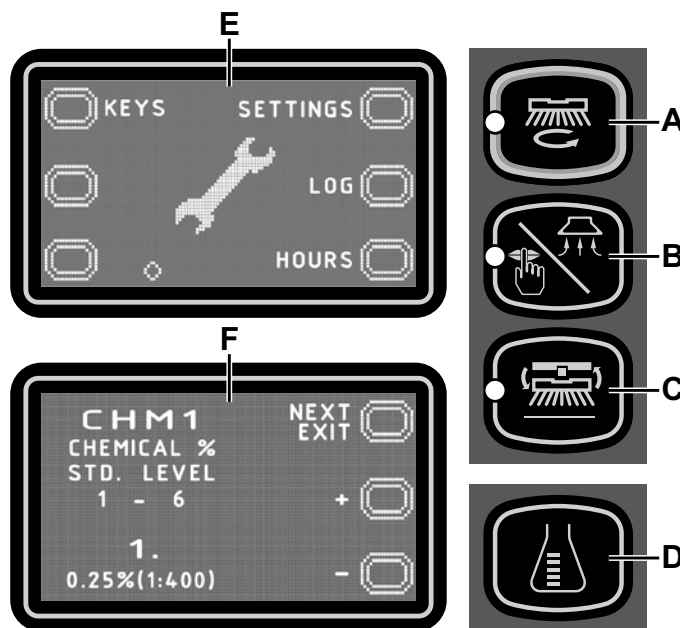

Рис. 7
Главное меню (E, Рис. 7)
Меню настроек машины (F, Рис. 7)
Для возврата в главное меню (E, Рис. 7) несколько раз нажмите кнопку (A).
Для возврата в главное меню (E, Рис. 7) нажмите кнопку (A).